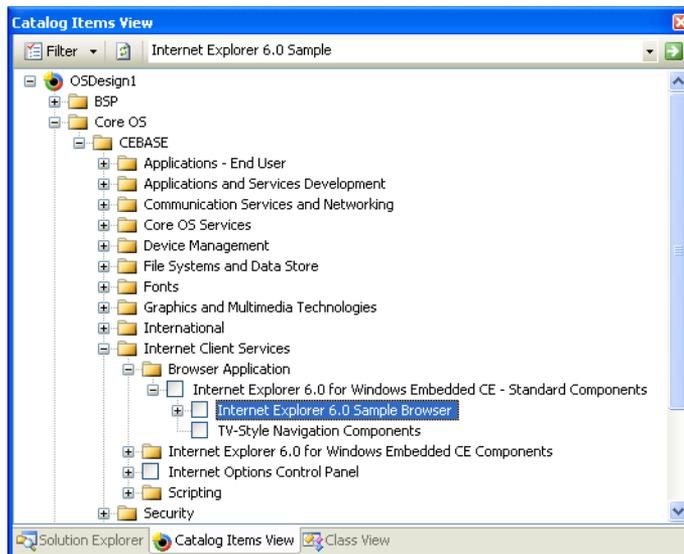

Abbildung 1.10 Einbeziehen des Katalogelements **Internet Explorer 6.0 Sample Browser** in das OS Design
3. Überprüfen Sie, ob das Katalogelement **Internet Explorer 6.0 Sample Browser** gefunden wird. Aktivieren Sie das entsprechende Kontrollkästchen, um das Katalogelement in das OS Design einzubeziehen (siehe Abbildung 1.10).